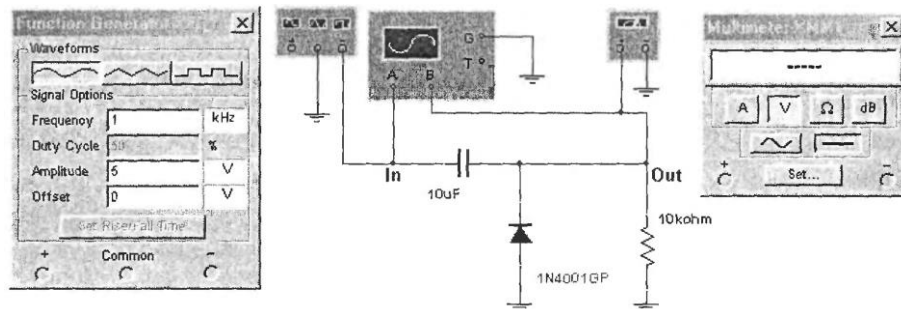

Рисунок 6 - Схема положительного формирователя
1. Смоделируйте схему положительного формирователя согласно рис. 6. Включите схему.